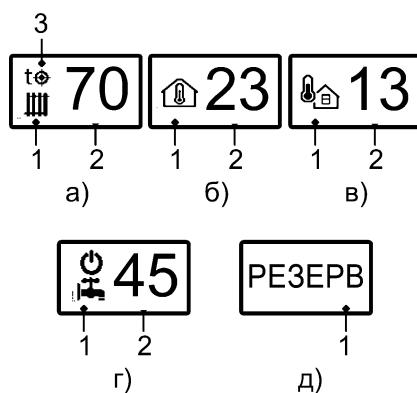

Рисунок 3. Виды главного окна
**8.3** После деаэрации, котёл переходит в установленный ранее режим работы (см. рис. 3) По умолчанию установлен режим «ОТОПЛЕНИЕ». Если котёл запускался ранее, то активируется предыдущий выбранный режим.
Виды главного окна приведены на рис.3.
При подключении NTC-датчика на дисплее отображается температура воды в баке косвенного нагрева (см. рис. 3. г). При подключении термостата на дисплее отображаются надписи: «ГРЕЕТ» когда идёт нагрев; «ПАУЗА» когда нагрев завершён, но продолжается циркуляция теплоносителя; «\_\_\_\_\_» когда отсутствует нагрев и циркуляция теплоносителя.